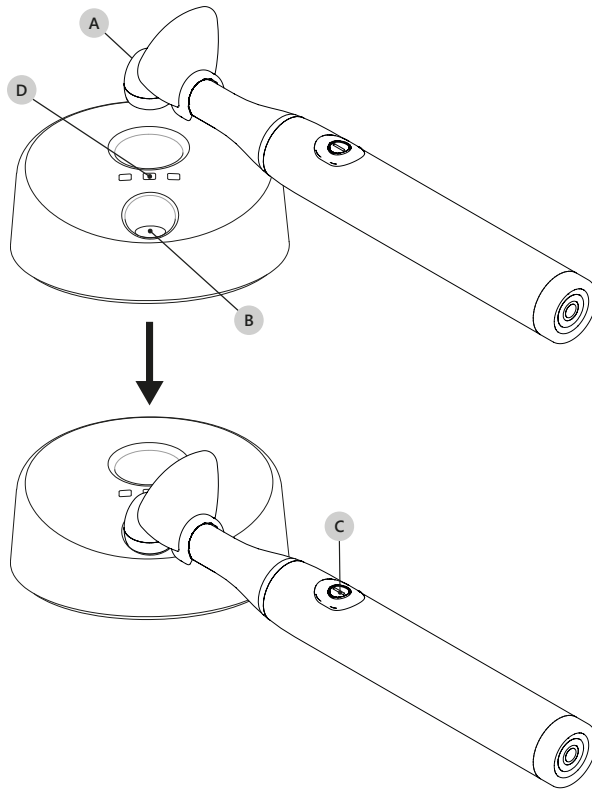

Abbildung 9 – Messung der Lichtintensität
1. Legen Sie die Spitze (Abbildung 9 auf Seite 18 - Bez. A) flach, ohne zu drücken, direkt auf die Oberfläche des Intensitätssensors (Abbildung 9 auf Seite 18 - Bez. B);
2. Schalten Sie die Lampe durch Drücken der Ein-/Ausschalttaste (Abbildung 9 auf Seite 18 - Bez. C) ein.